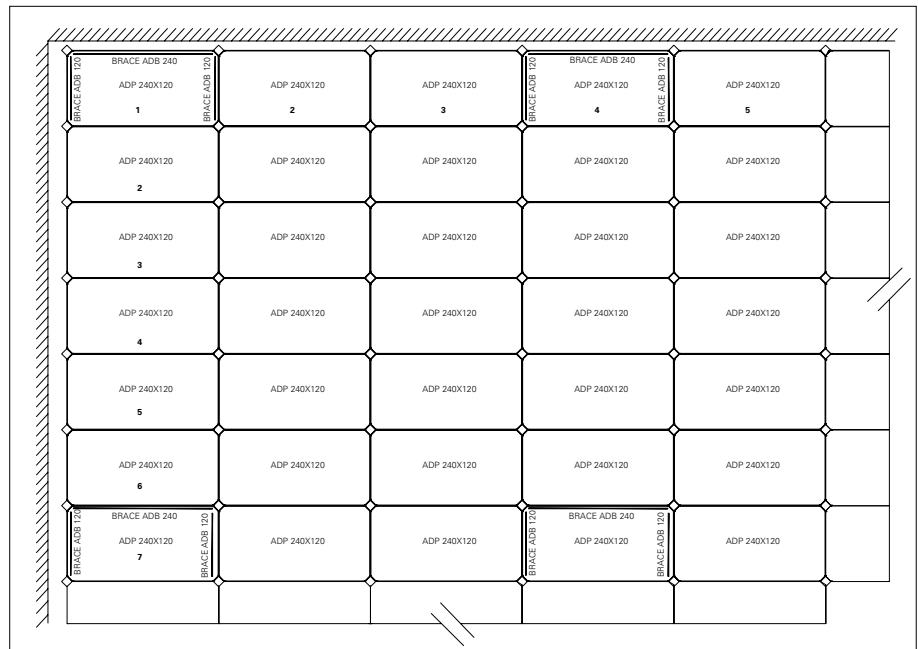

Fig. A5.16
- ⇒ Los bastidores deben colocarse tras cada tercer panel en la dirección más larga y cada sexto panel en la dirección más corta, es decir, con un espaciado máximo de 7,2 m entre bastidores en cualquier dirección. (Fig. A5.16)